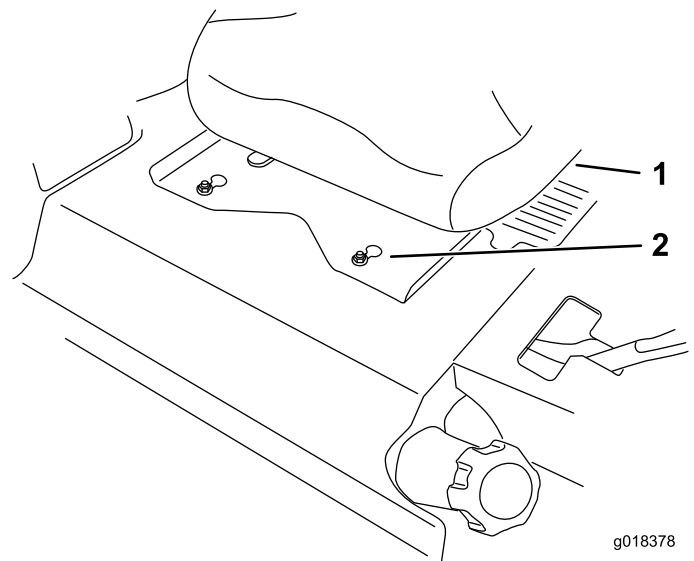

Figure 1
2. Desserrez les écrous avant (Figure 1).
5. Faites coulisser le siège et son plateau en avant pour faire passer les écrous avant par les encoches en trou de serrure (Figure 1).
9. Faites coulisser le siège et son plateau en arrière pour bloquer les écrous avant dans l'encoche en trou de serrure et les écrous arrière dans les fentes (Figure 1).